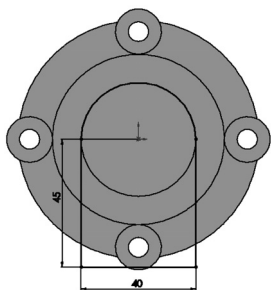

图 7-91 绘制凸台草图 2
2) 绘制凸台草图 2。单击“草图”控制面板中的 L (直线) 按钮和 $\odot$ (圆) 按钮, 或选择菜单栏中的“工具”→“草图绘制实体”→“直线”和“圆”命令, 绘制凸台草图 2, 如图 7-91 所示。